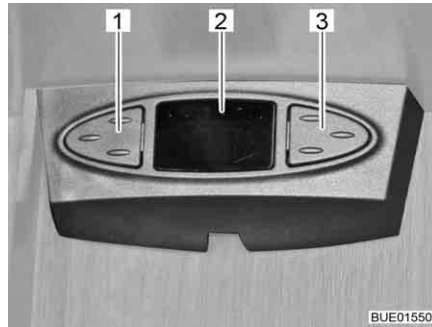

Fig. 34 Mouse satellitare
A seconda del modello l'impianto satellitare è equipaggiato con un mouse satellitare. Il puntatore (Fig. 34,2) del mouse satellitare indica il canale impostato. I due tasti permettono di controllare le funzioni base dell'impianto satellitare (cambio emittente, accensione/spegnimento).
- Selezionare l'emittente precedente dall'elenco delle emittenti: Premere il tasto di sinistra (Fig. 34,1).
- Selezionare l'emittente successiva dall'elenco delle emittenti: Premere il tasto di destra (Fig. 34,3).
- Passaggio tra radio e TV: Premere brevemente e contemporaneamente i tasti (Fig. 34,1 e Fig. 34,3).
- Accensione/spegnimento del ricevitore: Premere contemporaneamente e tenere premuti i tasti (Fig. 34,1 e Fig. 34,3).